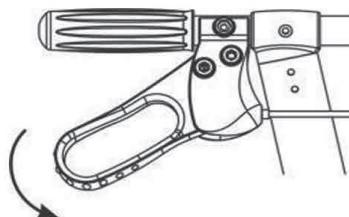

Fig.2
2. Per inserire il freno di stazionamento, spingere la leva del freno verso il basso fino a bloccarla (fig. 2).